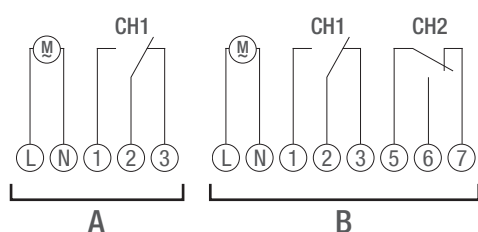

Fig. 9: Esquema de ligação
3. Ligar o temporizador conforme o esquema de ligação (fig. 9/A) ou (fig. 9/B).